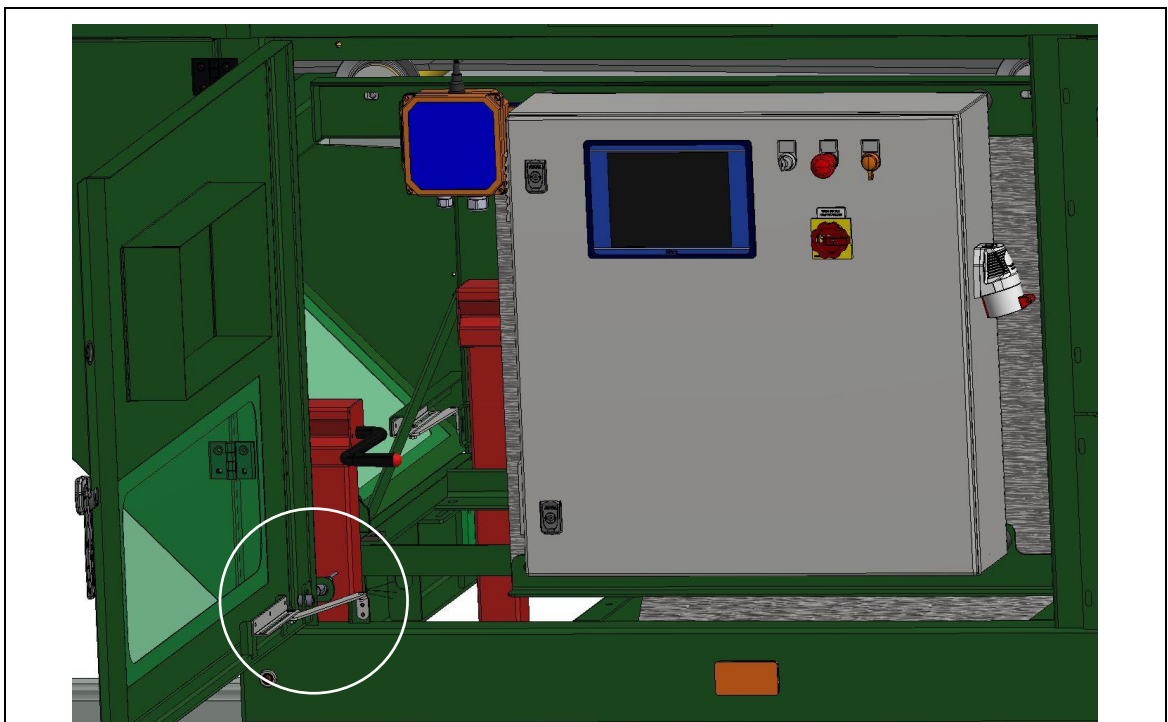

Fig. 8-4 Driftsdør åpen
1. Åpne driftsdøren helt til dørlåsen går i inngrep. (se Fig. 8-4).
1. Åpne driftsdøren helt til dørlåsen går i inngrep. (se Fig 8-4).